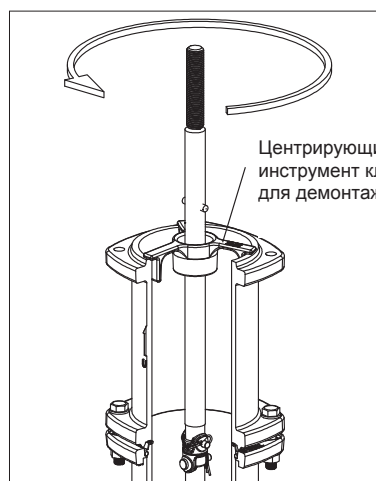

Рис. 7G
7. Для снятия седлового кольца F51 затвора и блока основного затвора, надеть ключ AVK для демонтажа седла (Рис.7G) на шток F16 и захватить штифт для снятия седла. Повернуть ключ против часовой стрелки (примерно 6 оборотов) до тех пор, пока седловое кольцо не отсоединится от кольца дренажа.
Для работы на гидрантах более глубокого залегания, по дополнительному заказу поставляется центрирующий инструмент для ключа AVK демонтажа седла (Рис. 7G).